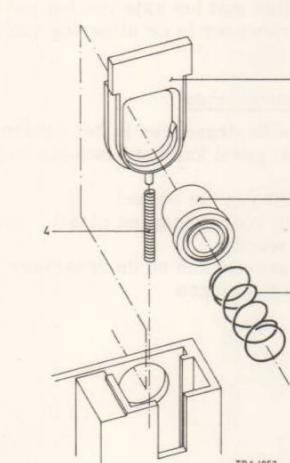

Fig. 2
- To check compression spring 4 (see Fig.2).
- Contrôle du ressort de pression 4 (voir fig.2).
- Controllare la molla di compressione 4 (ved. fig.2).
- Controle van drukveer 4 (zie fig.2).
- Kontrolle von Druckfeder 4 (siehe Abb.2).